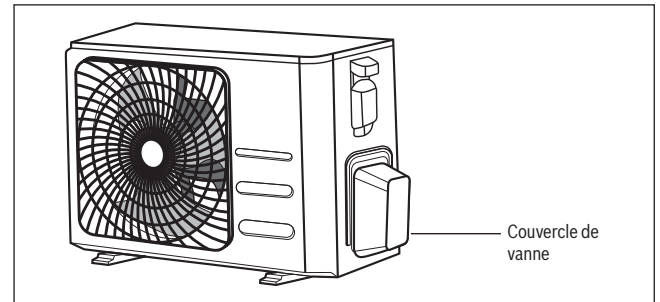

Fig. 35.
1. Dévisser le couvercle du robinet à garniture sur le côté de l'unité extérieure. (voir fig. 35)